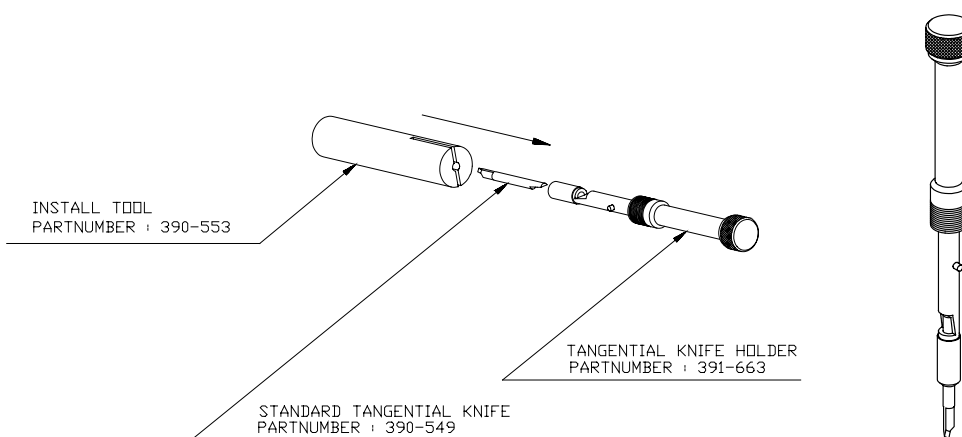

FIGURE 1-4 :
1. Comme le montre la figure 1-4, introduisez la lame tangentielle n° 390-549 dans le porte-couteau. Veillez à ce que la lame est bien fixée dans le porte-couteau. Une lame est bien fixée lorsqu'elle ne peut être retenue manuellement. Pour enlever une lame installée, qui est devenue émoussée, pressez contre l'arrière de la lame avec le bout d'un tournevis. La lame sera éjectée du porte-couteau. La méthode d'installation décrite auparavant est également valable pour l'assemblage de la lame à double tranchant (facultatif) n° 390-551.